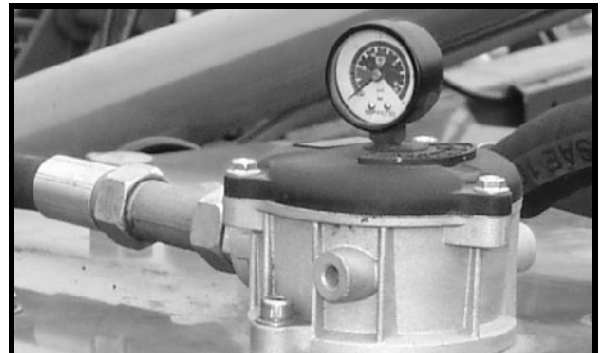

Рис. 129
1. Підставте під гвинт зливного отвору (Рис. 129/ 1) ємність відповідного об'єму (не менше 35 літрів).